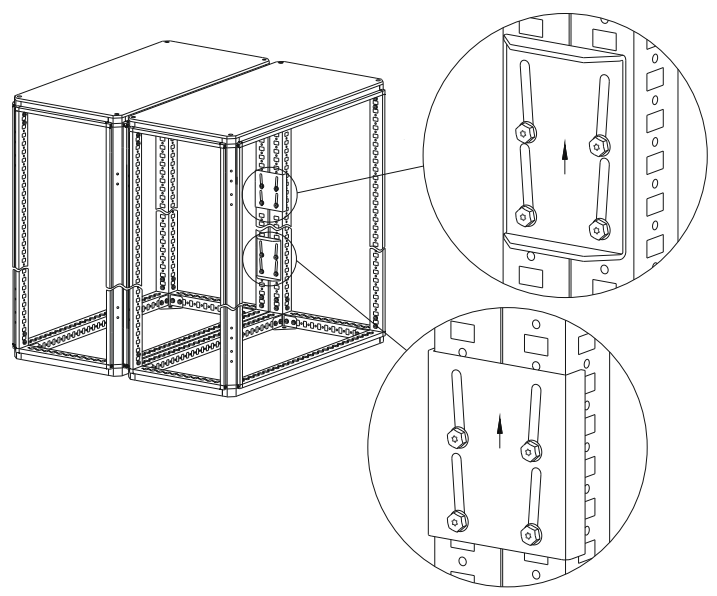

Рисунок 68
4.36.4 Сместите пластины так, чтобы расстояние между каркасами уменьшилось до минимального зазора и затяните болты М6×16 (рисунок 68). Момент затяжки – 7 Н·м.